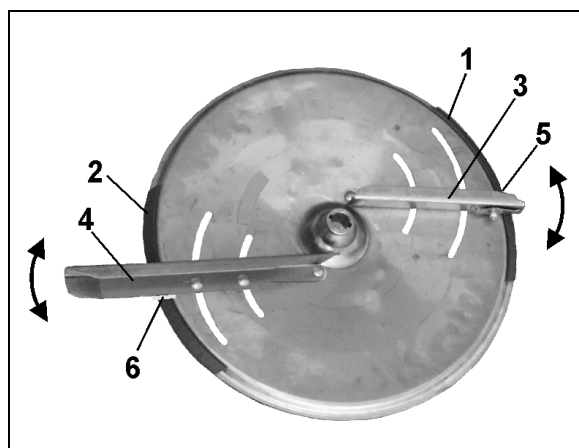

Fig. 54
- Den korteste spredevingen (Fig. 54/3) har en skala (Fig. 54/1) med verdier fra 5 til 28, og den lengste spredevingen (Fig. 54/4) en skala (Fig. 54/2) med verdiene 35 til 55.
- Når spredevingene dreies til en høyere tallverdi på skalaen (Fig. 54/1 el. Fig. 54/2), blir arbeidsbredden større.
3. Finn skalaverdien for den **korte** spredevingens stilling på skalaen (Fig. 54/1).
4. Dreie avlesekannten (Fig. 54/5) på den **korte** vingen (Fig. 54/3) til skalaverdien og trekk til **vingemutteren igjen**.
5. Finn skalaverdien for den lange spredevingens stilling på skalaen (Fig. 54/2).
6. Dreie avlesekannten (Fig. 54/6) på den lange vingen (Fig. 54/4) til skalaverdien og trekk til vingemutteren igjen.